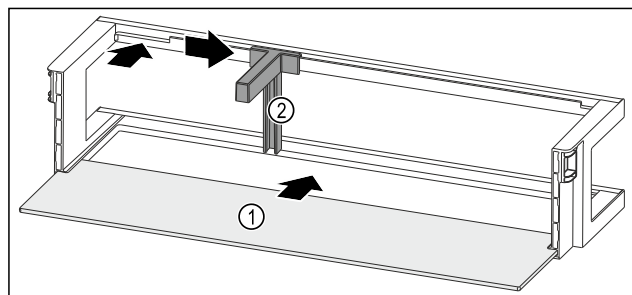

Fig. 184 Türabsteller mit Abstellfläche
- Abstellfläche Fig. 184 (1) in die seitlichen Aussparungen einschieben.
- Flaschenhalter Fig. 184 (2) in die Aussparung einsetzen.
- Flaschenhalter Fig. 184 (2) in gewünschte Position zur Seite schieben.